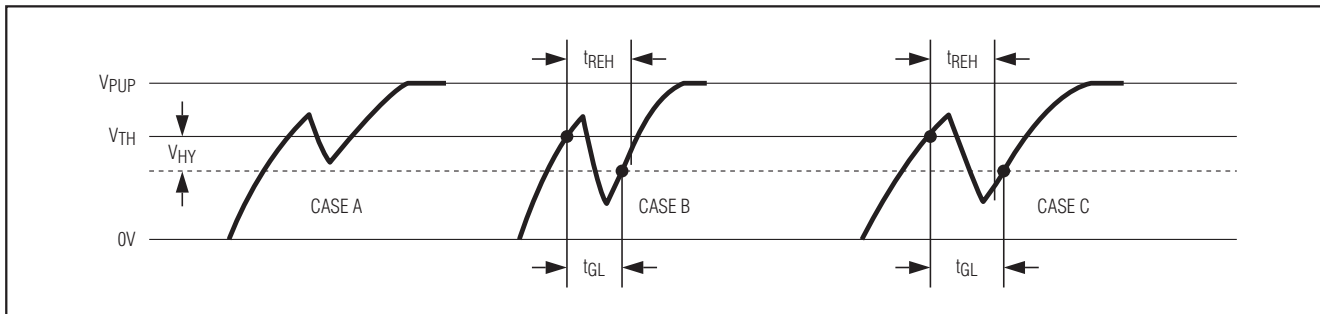

図12. ノイズ抑制方式
- 2) ローからハイへのスイッチングスレッショルド V_{TH} にヒステリシスがあります。負のグリッチが V_{TH} を超えても、 $V_{TH} - V_{HY}$ を下回らない場合は、グリッチは認識されません(図12、Case A)。ヒステリシスは、いずれの1-Wire速度でも有効です。
- 3) 立上りエッジのホールドオフ時間 t_{REH} によって規定される時間ウィンドウがあります。この間は、グリッチが $V_{TH} - V_{HY}$ のスレッショルドを下回ってもグリッチは無視されます(図12、Case B、 $t_{GL} < t_{REH}$)。 V_{TH} スレッショルドを超えた後しばらくして現れ、 t_{REH}
ウィンドウを超える深い電圧降下やグリッチはフィルタで取り除くことができず、新しいタイムスロットの開始として見なされます(図12、Case C、 $t_{GL} \geq t_{REH}$)。